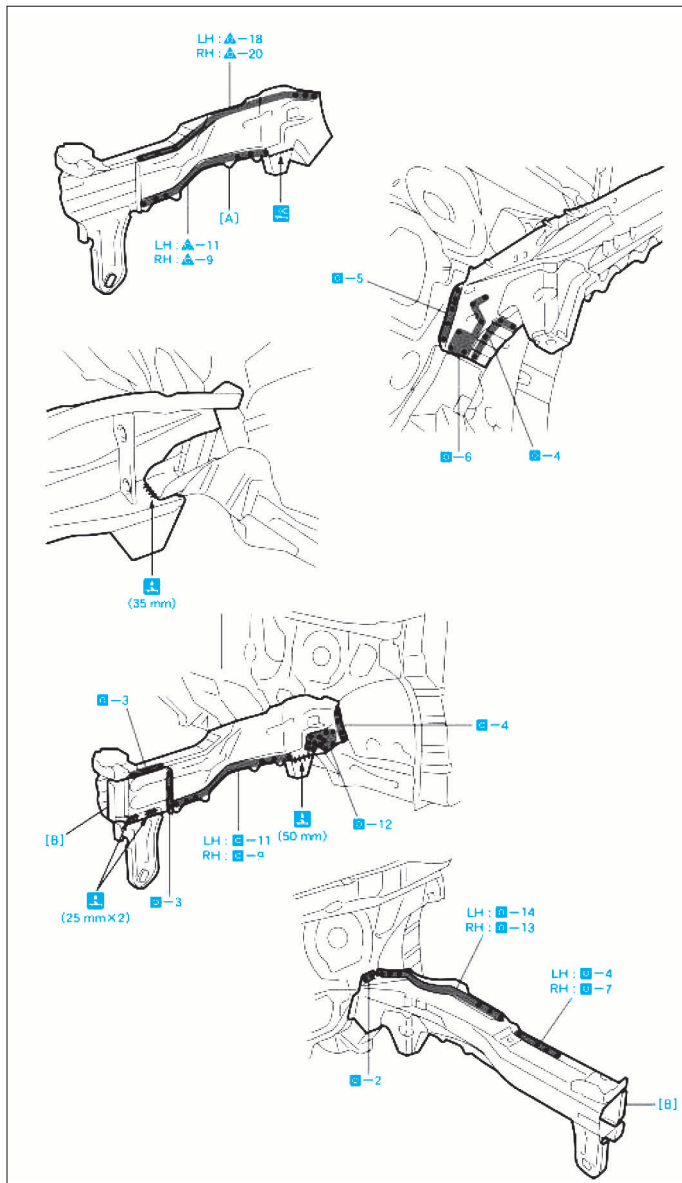

FIG. 16
- Après la soudure (Fig.16), appliquer de la mousse en polyuréthane sur les pièces correspondantes.